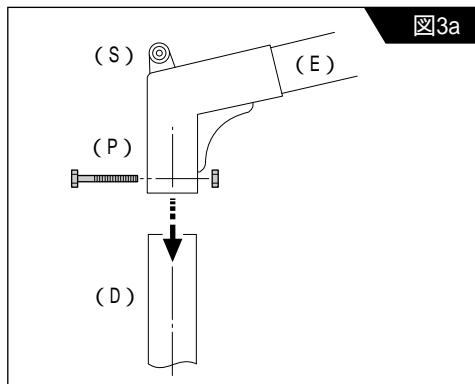
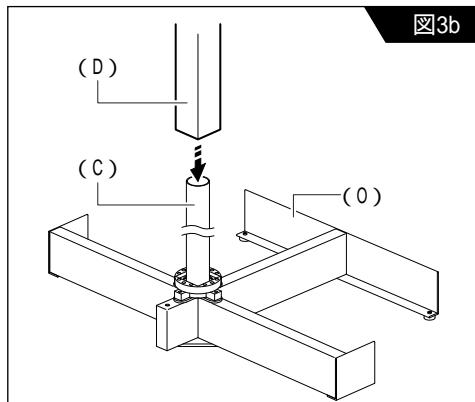
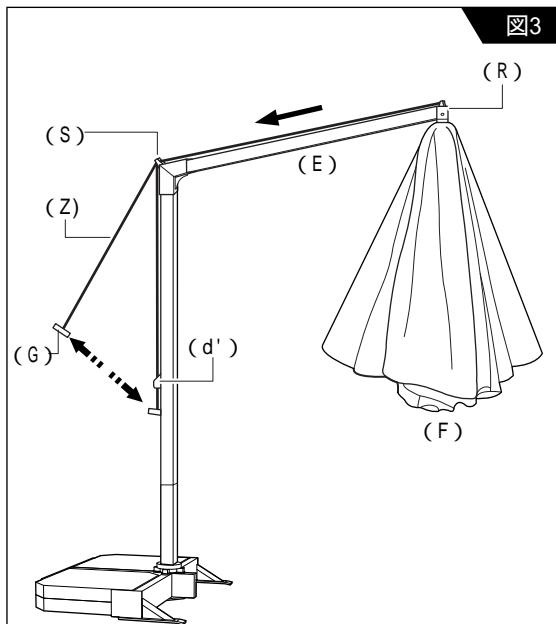
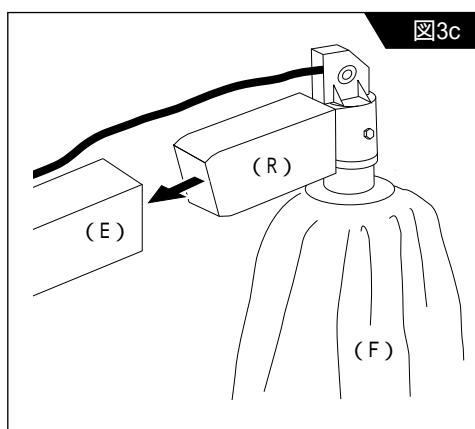

図3a
図3b
図3
図3c
構造組立て説明 (図3、図3a、図3b、図3c、図3d参照)
1. (図3a)のように傾斜柱(E)を垂直柱(D)に差し込みボルト(P)とナットで固定します。
2. (図3b)のように垂直柱(D)を台座軸(C)に差し込みます。
3. (図3c)のようにアンブレラ・シートの止め具部分(R)を傾斜柱(E)に差し込み接合します。
4. (図3)のようにワイヤー(Z)を滑車(S)に通します。